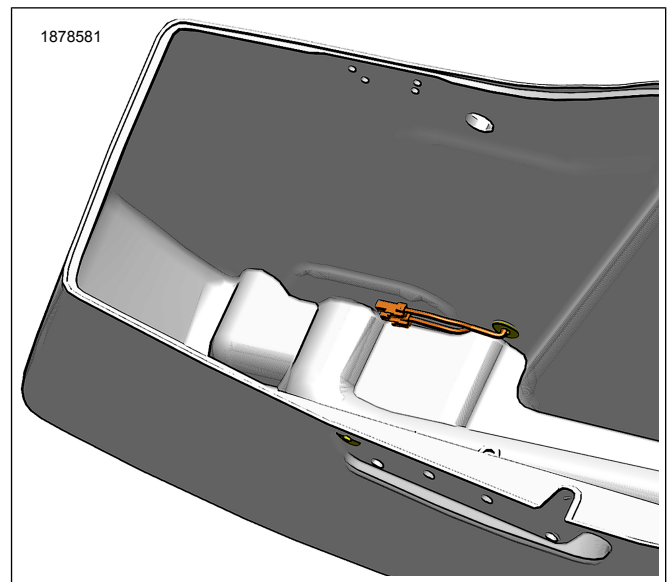

Abbildung 4. Verlegung des Überbrückungskabelbaums
3. Abbildung 4 Wenn der Seitenkoffer-Innenbeleuchtungssatz (Teile-Nr. 68000425) zusammen mit dem Seitenkoffer-Begrenzungsleuchten-Satz (Teile-Nr. 68000372) eingebaut wird, sind zusätzlich zwei Überbrückungskabelbäume für hinteres Zubehör (Teile-Nr. 69203366) erforderlich.